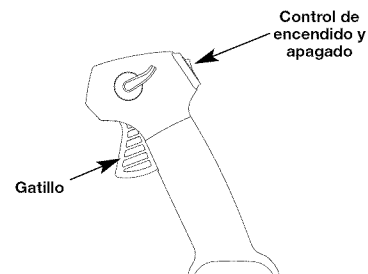

Fig. 12
- NOTA:** No hay necesidad de encender la unidad. El Control de Parada Arranque y Apagado está en la posición Arranque (I), en todo momento (Fig. 12).
- Oprima y mantenga oprimido el control de encendido y apagado en la posición de **APAGADO (O)** hasta que el motor se detenga por completo (Fig. 12).